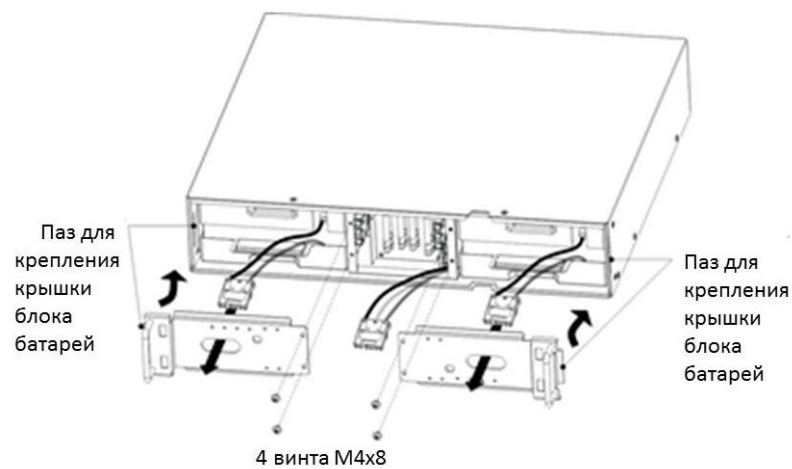

Рис. 6 Установка крышек блока батарей в ДВББ.
4.5 Возьмите новый блок батарей и вставьте его. Убедитесь, что он вставлен до конца и установите крышки блоков батарей (см. Рис. 6).